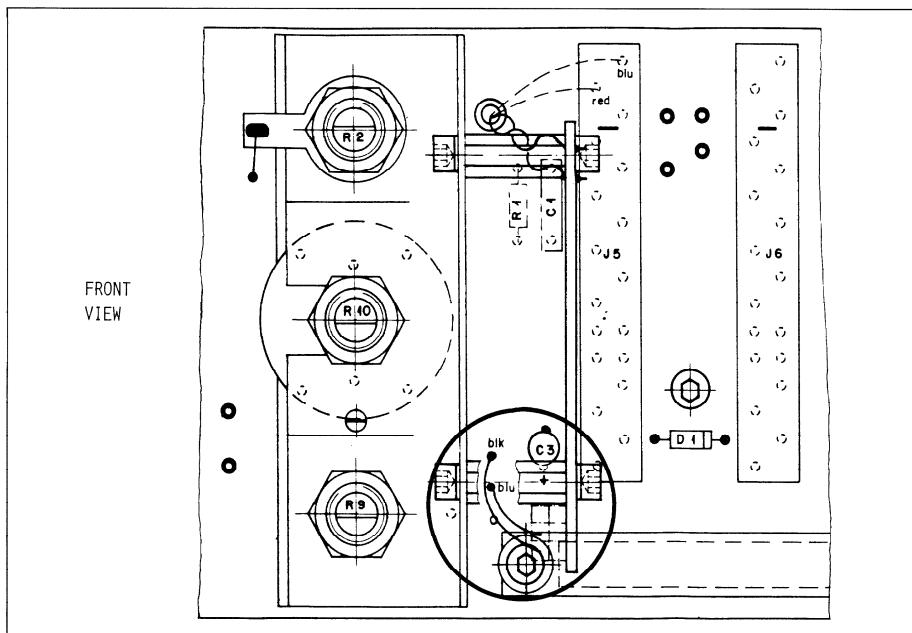

Fig. 3
- Zwei Litzen (blk, blu) mit CIS-Stecker in Basisprint einlöten, wo früher die Sekundärwicklung des Eingangstransformators angeschlossen war. Siehe Fig. 3.
- Fasten 2 hexagon pins on the transformer retaining bracket in such a way that they point in the direction of the SYNC/REPRODUCE preamplifiers (2 screws M3 with locking washers, allen key 2.5 mm, open-end wrench 6 mm).
- Solder two stranded wires (blk, blu) with CIS connector into the master board where previously the secondary winding of the input transformer was connected. Refer to Fig. 3.
- Litzen red und blu (verdrillt) durch das selbe Loch im Basisprint fädeln und auf dessen Rückseite anlöten, vorzugsweise an den Anschlüsse des Steckverbinder für den REPRODUCE PREAMPLIFIER 1.080.804. Blaue Litze mit Anschluss A16 (-12 V), Rote Litze mit Anschluss B15 (+12 V) verbinden (siehe Fig. 3 und 4).
- Guide red and blu stranded wires (twisted) through the same hole in the master board and solder them to the back of the latter, preferably to the terminals of the female connector for the REPRODUCE PREAMPLIFIER 1.080.804. The blue stranded wire is connected to terminal A16 (-12 V), the red wire to terminal B15 (+12 V), refer to Fig. 3 and 4.